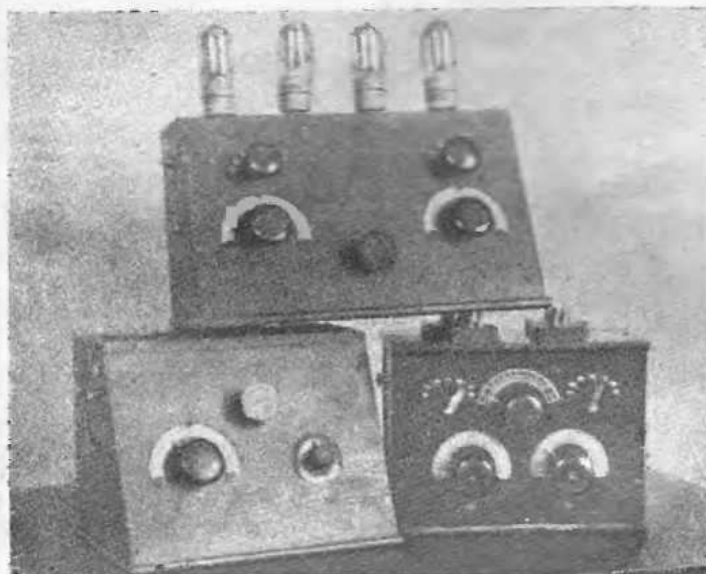
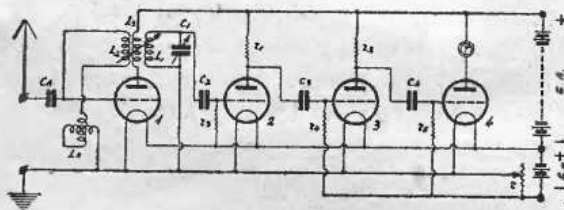

Рис. 1. Три образца четырехламповых приемников с высокими сопротивлениями.
Рис. 2. Схема четырехлампового регенеративного приемника с высокими сопротивлениями.
Мною построен был ряд моделей с применением указанного выше общего принципа и испробованы различные типы и способы получения обратной связи. В рис. 1 приведена фотография трех типов четырехламповых приемников с высокими сопротивлениями. Один из них детально описан в другой статье (см. этот номер стр. 14). Для пояснения общего принципа на основании которого можно построить регенеративные приемники с высокими сопротивлениями, приводим схему четырехлампового приемника с настроенным анодом в первой ступени усиления высокой частоты. От этой ступени и берется обратное действие в цепь антенны (Рис. 2).
денсатор  $C_A$ . Для приема на разных волнах понадобится переключатель, позволяющий включать разные укорачивающие или удлиняющие емкости или вообще их выключающий. Схема такого переключателя дана была в описании приемника Треста БЧ („Д. Р.“ № 5—6, стр. 27). Для настройки в цепи антенны применен вариометр  $L_A$ . Разумеется, можно было взять переменный конденсатор и сменные сотовые катушки. Однако, схема, указанная в рис. 2, с применением вариометра проще и дешевле для конструирования. Усиление высокой частоты осуществляется, как показано, помощью настроенного контура, связанного индуктивно с анодной цепью. На этот же контур (или обратно) действует обратная связь от цепи антенны. Катушки  $L_1$ ,  $L_2$ ,  $L_3$  удобнее взять сотового типа и воспользоваться для них станком для трех сотовых катушек. Связь между  $L_2$  и остальными двумя должна быть переменной; между  $L_3$  и  $L_1$  связь можно не менять. Катушка  $L_1$  подбирается смотря по емкости конденсатора  $C_1$  и диапазону волн, в котором производится прием. При обычном наборе сменных катушек от 50 до 250 витков легко покрыть весь диапазон 300—2000 метров и иметь запасные катушки для связи.  $L_2$  должна быть лишь немного меньше  $L_1$ , а  $L_3$  — небольшая катушка в 35 или 50 витков.
Устройство остальной части приемника, т. е. элементов детекторной лампы (2) и обеих ступеней усиления низкой частоты (лампы 3 и 4) ничем не отличается от предыдущего случая (рис. 2).
В следующем номере мы дадим описание других типов приемников с высокими сопротивлениями, позволяющих принимать на репродуктор станции, работающие как длинными, так и короткими волнами и несколько более простые, чем описанный выше (схема рис. 2).